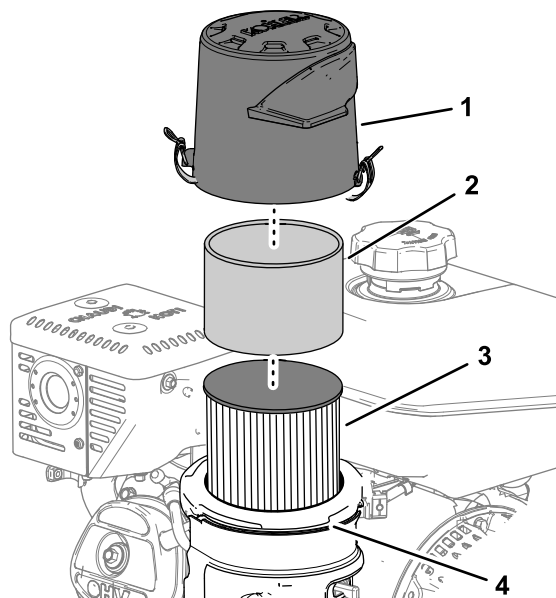

Figure 71
3. Déposez le couvercle et nettoyez-le soigneusement (Figure 71).
1. Sortez le préfiltre en mousse de l'élément en papier (Figure 71).
1. Déposez et examinez l'élément filtrant en papier (Figure 71); remplacez-le s'il est excessivement encrassé.
3. Placez le préfiltre en mousse sur l'élément en papier (Figure 71).
4. Installez le filtre à air sur sa base (Figure 71).